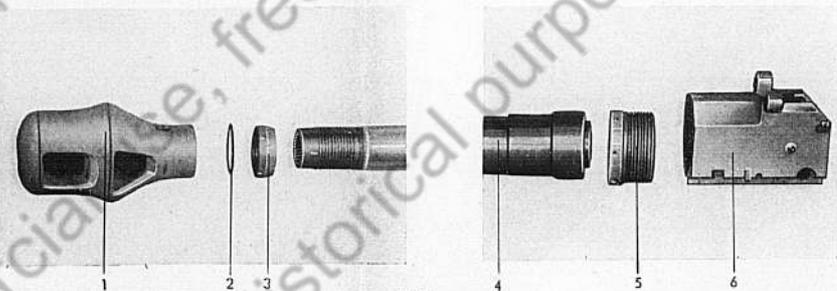

Bild 3
- Bild 3 Rohr vollständig und Einzelteile